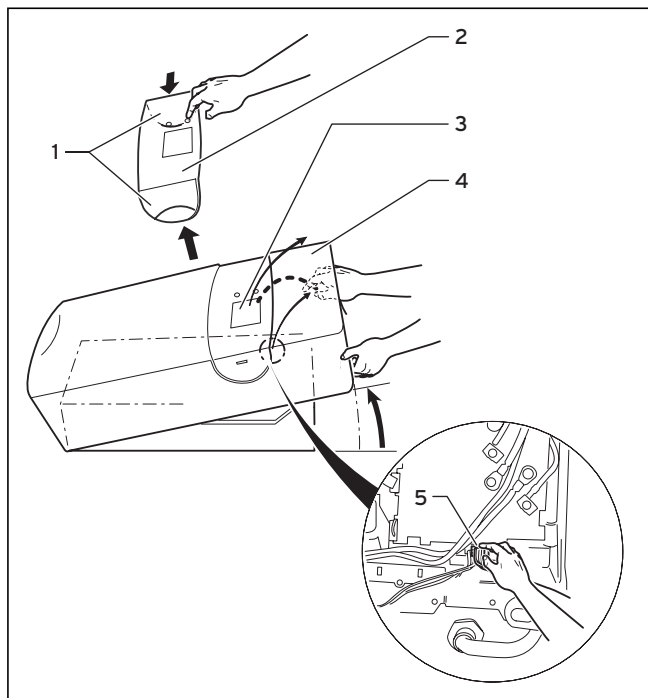

Рис. 5.3 Снятие и установка обшивки аппарата
- Ввинтите на место винт (3), см. рис. 5.3.